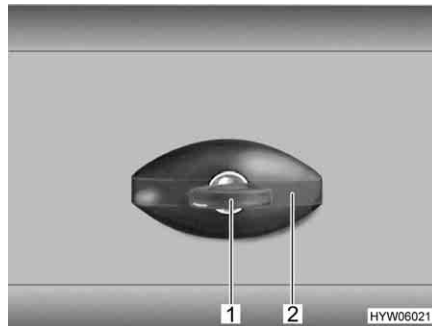

Fig. 50 Cerradura de la trampilla, de forma elíptica, cerrada
- Introducir la llave en el cilindro de cierre (Fig. 50,1) y girarla un cuarto de vuelta en sentido contrario a las agujas del reloj. El asidero de la cerradura (Fig. 50,2) se abre de golpe.